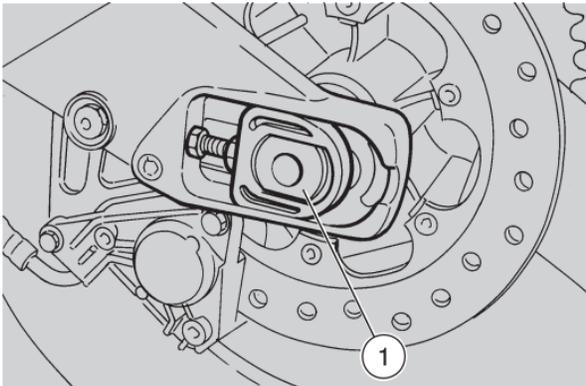

Fig. 37
- sfilare il perno (1-Fig. 37);
- inserire il perno (1-Fig. 37);